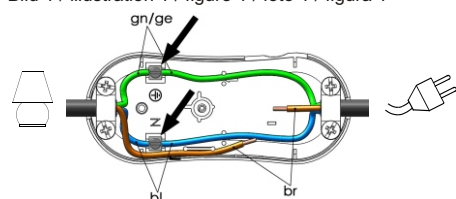
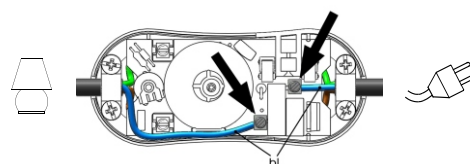

Bild 2 / illustration 2 / figure 2 / foto 2 / figura 2
Bild 4 / illustration 4 / figure 4 / foto 4 / figura 4
6. Fixez les brins à l'aide des pinces de décharge de traction jointes, connectez le conducteur de terre (gr/ge) et le conducteur neutre (bl) (Fig.2), réinstallez la carte imprimée (Fig.3), connectez le conducteur de phase (br) (Fig.4).
6. Fissare i conduttori con gli elementi di scarico della trazione in dotazione, collegare terra (gr/ge) e conduttore neutro (bl) (Fig. 2), inserire la scheda (Fig. 3), collegare la fase (br) (Fig. 4)